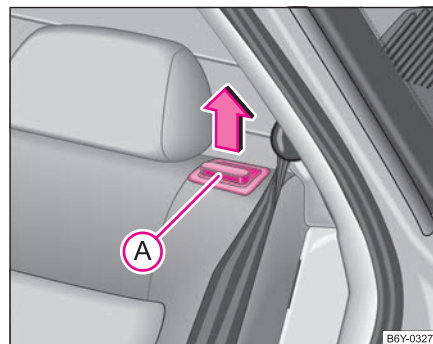

Abb. 52 Rücksitzlehnen entsichern
- Ziehen Sie den Entriegelungsknopf (A) und klappen die Rücksitzlehne nach vorn ⇒ Seite 72, Abb. 52.
- Vergewissern Sie sich, dass der rote Teil des Sicherungsknopfs (A) nicht zu sehen ist ⇒ Seite 72, Abb. 52.
Der Rücksitz ist mit einer Signalisation der Rücksitzlehnen-Sicherung ausgestattet. Wenn Sie die Rücksitzlehne entriegeln, schiebt sich aus ihr der Sicherungsknopf (A) ⇒ Seite 72, Abb. 52 mit einer roten Fläche. Wenn Sie die Rücksitzlehne richtig verrastet haben, schiebt sich der Sicherungsknopf in die Rücksitzlehne und er ist nicht mehr zu sehen.